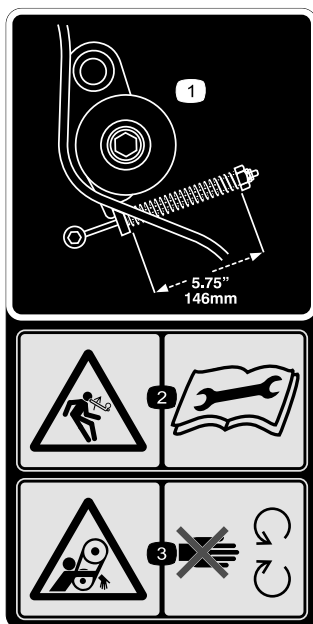

Figure 32
1. Vérifiez que la tension de la courroie est correcte en comprimant le ressort de tension à 146 mm (5¾ po); voir Figure 32.